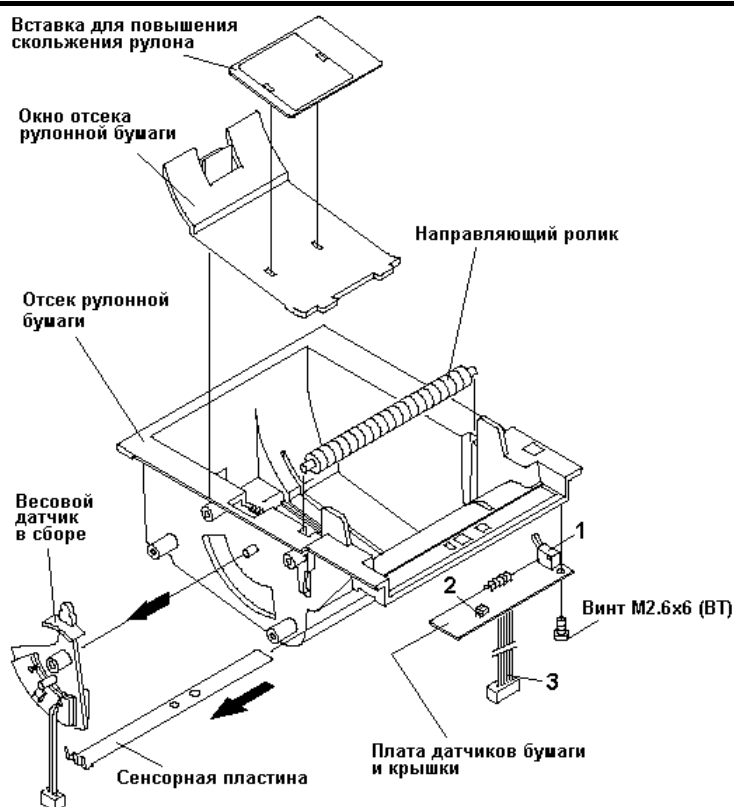

Рисунок 13 Полная разборка отсека рулонной бумаги
Полная разборка отсека рулонной бумаги осуществляется следующим образом (см. Рис. 13):
1. Снимите весовой датчик в сборе со штыря, на котором он вращается, в направлении, указанном стрелкой на Рис. 13.
3. Сенсорная пластина вынимается из соответствующего отверстия в отсеке рулонной бумаги в направлении, указанном стрелкой на Рис. 13.
5. Открутите винт M2.3x6 (BT) и отсоедините плату датчиков бумаги и крышки. Эта плата состоит из элементов: 1. Датчик положения крышки печатающего устройства ККМ; 2. Оптический датчик чековой ленты; 3. Кабель оптического датчика и датчика крышки печатающего устройства.
7. Оба конца направляющего ролика (см. Рис. 13).